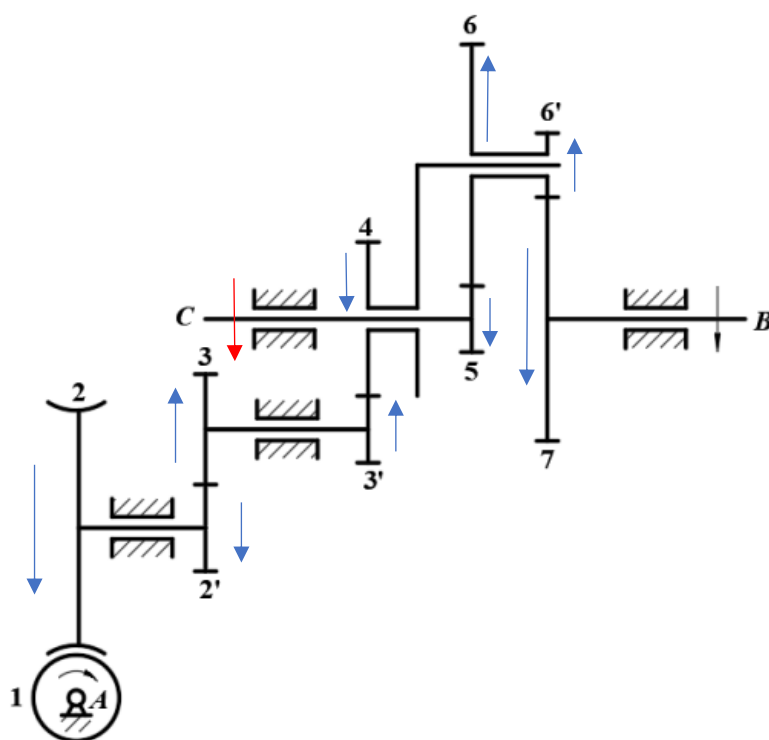

图 2.2
2.2 某传动装置如图 2.2 所示。已知：1 为单头右旋蜗杆，2 为蜗轮，其齿数 $z_2 = 50$ ，其余各齿轮均为直齿圆柱齿轮，其齿数分别为 $z_2' = 18$ ， $z_3 = 27$ ， $z_3' = 20$ ， $z_4 = 25$ ， $z_5 = 18$ ， $z_6 = 42$ ， $z_6' = 24$ ， $z_7 = 36$ 。各齿轮模数 $m = 2\text{mm}$ ，压力角 $\alpha = 20^\circ$ 。运动由蜗杆 1 输入，由齿轮 5 输出，其中轴 A 和轴 B 分别以 1500r/min 和 60r/min 的转速按图示方向转动。